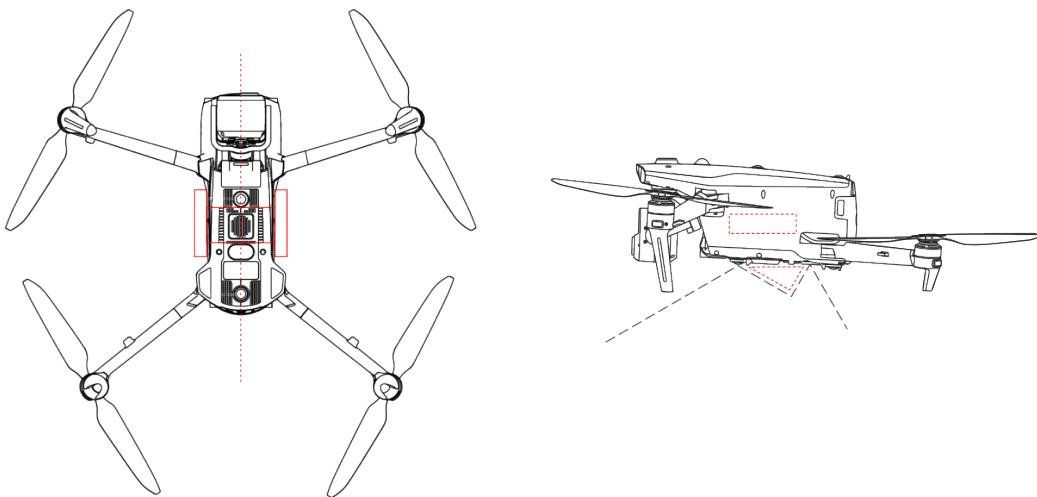

图 2-1 挂载重心分布与无干涉区域（红线区域）
- 进行物质挂载时，应确保挂载点重心不超出框选的区域（图 2-1 左侧红线区域）；同时挂载物的外形尺寸大小应避免超出无干涉区域（图 2-1 右侧红线区域）。